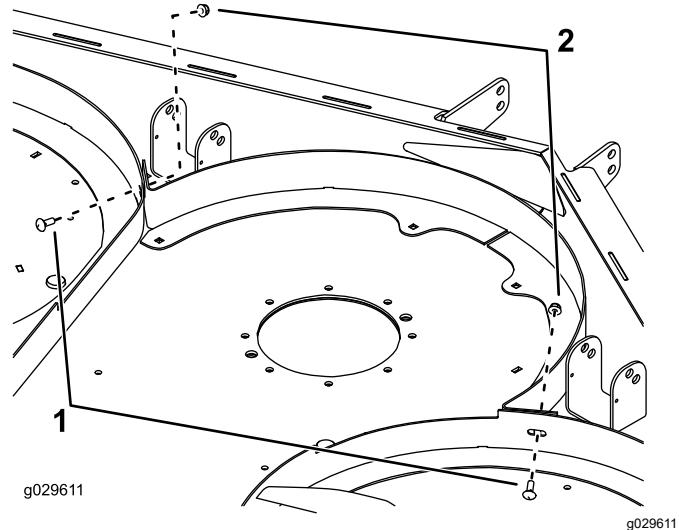

Figure 9
- Fixez légèrement les chambres droite et gauche à la chambre centrale à l'aide de 2 boulons de carrosserie (5/16 x 3/4 po) et 2 écrous (5/16 po), comme montré à la Figure 9.